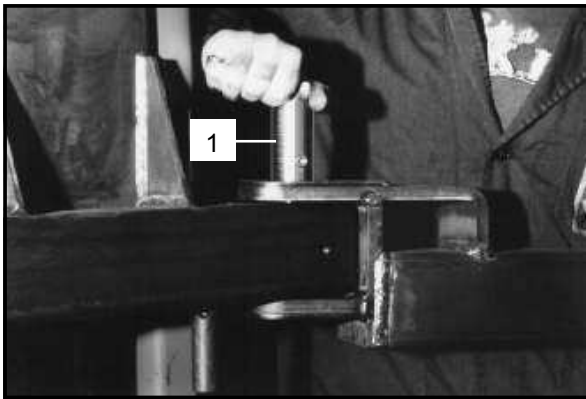

Fig.51
3 - Montare i bracci sul supporto tubolare (2) nella parte inferiore del carrello ed inserire le spine dentate (1) nel supporto attraverso gli attacchi sul braccio (Vedere Fig.51).
Ad operazione ultimata occorre che i 2 fori ciechi D=10,5 sulla spina (con funzione di sede per l' estremità del grano M14) siano in corrispondenza dei fori M14 sul supporto del carrello (Fig.51).
3 - Mount the arms into the carriage supports and insert the dowel pins into the support holes as shown in fig.51.
After completing the operation, the attachment holes in the side of the pins (the place to put the headless screw M14) must line up with M14 holes in the carriage support (fig.51).